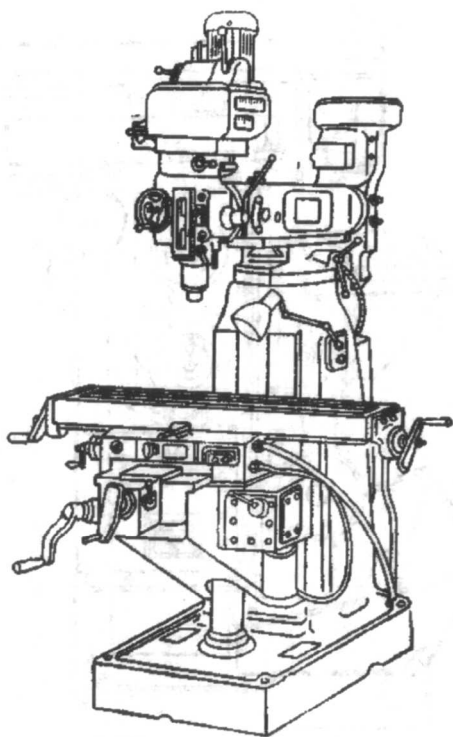

图 1-3 摇臂万能铣床外形
2. 多功能铣床 这类铣床的特点具有广泛的万用性能。图 1-3 是一台摇臂万能铣床,这种铣床能进行以铣削为主的多种切削加工,可以进行立铣、卧铣、镗、钻、磨、插等工序,还能加工各种斜面、螺旋面、沟槽、弧形槽等。适用于各种维修和特别适用于生产各种工夹模具制造。该机床结构紧凑,操作灵活,加工范围广,是一种典型的多功能铣床。